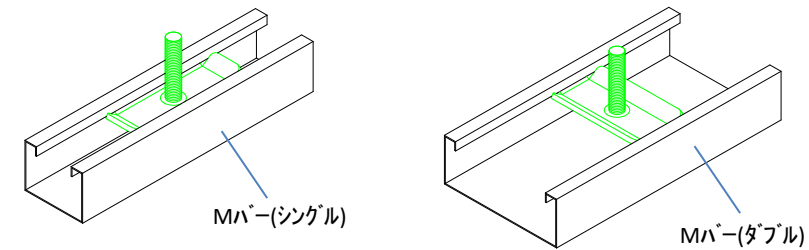

図2
- ・BBクリップSP20はBBクリップSP下部金具の向きによってMバー(野縁)のシングルバー・ダブルバー両方に使用することが可能です(図2)。